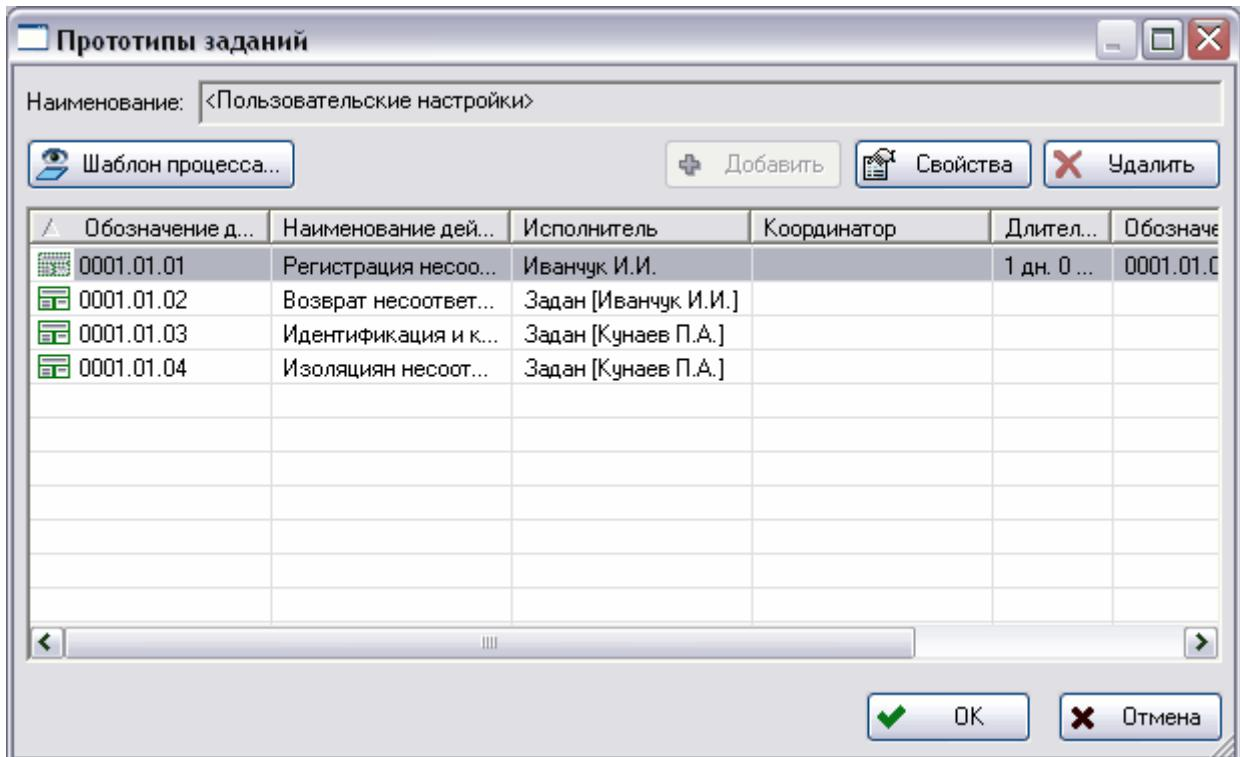

Рис. 31 Прототипы заданий
2. В появившемся диалоговом окне **Прототипы заданий** введите необходимые изменения (Рис. 31).